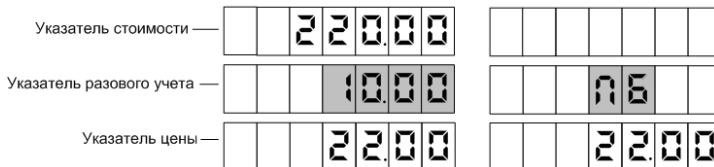

Рисунок 8
7.2 Для выдачи топлива необходимо задать дозу с СУ. Когда устройство будет готово к отпуску топлива, в средней строке табло мигающими символами отобразится величина *заданной* дозы, а в случае отпуска "до полного бака" – символы "ПБ" (рисунок 8).